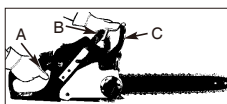

Fig. 10
3. Grip det bakre håndtaket (A) med høyre hånd (Fig. 10).
4. Med venstre hånd, hold fremre håndtak (B) [ikke KJEDEBREMSE-spake (C)] fast (Fig. 10).
5. Klem gasshåndtaket til 1/3 gasskontroll, aktiver deretter straks KJEDEBREMSE-spaken (C) (Fig. 10).